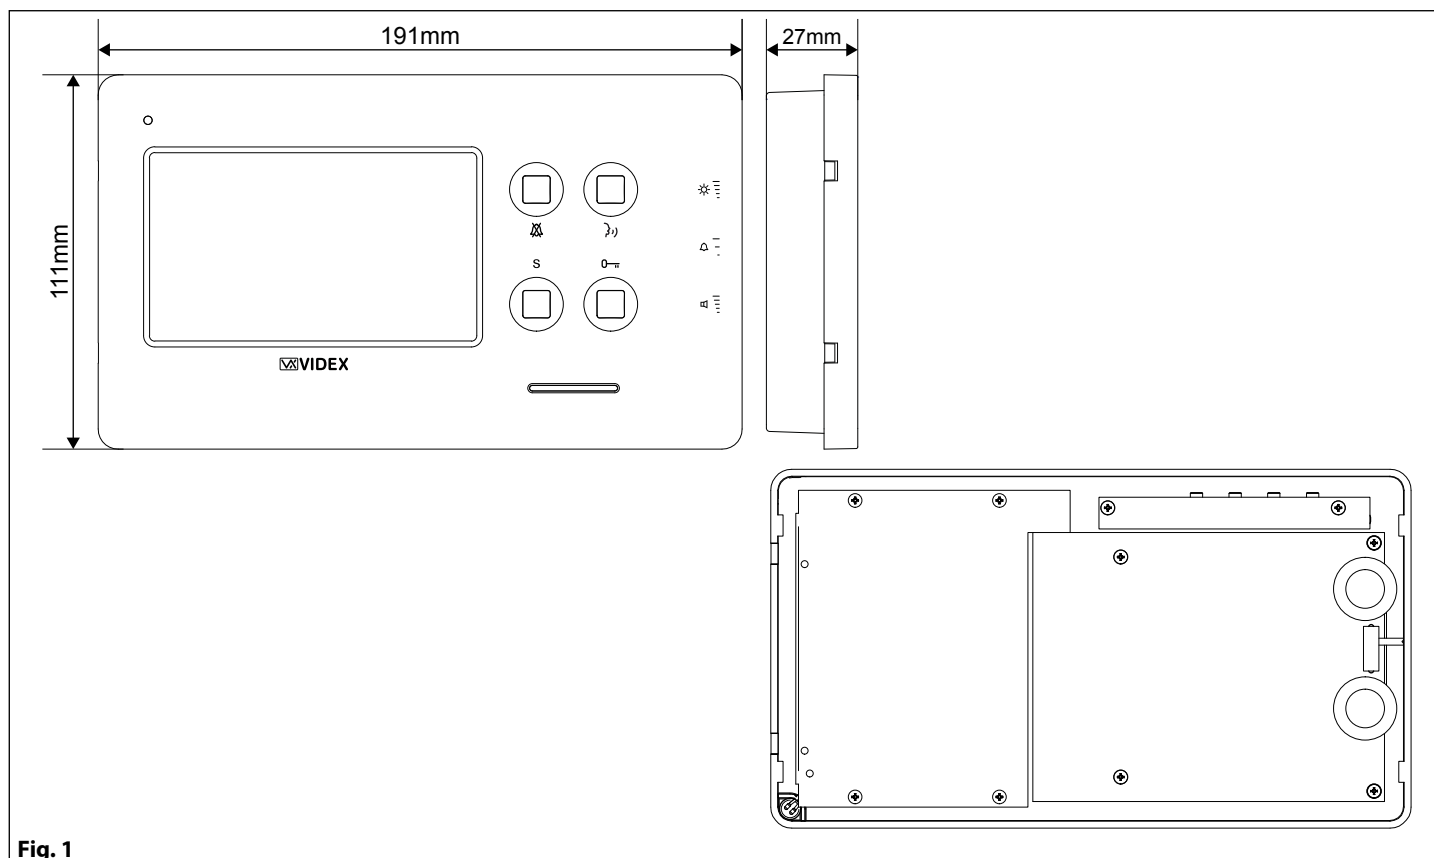

Fig. 1
1. Poser le boîtier de surface au mur (il doit y avoir 165-170 cm entre la partie haute du boîtier et le terrain, comme illustré sur la Fig. 1) et prendre les références pour les trous de fixation en tenant compte que le groupe de fils **E (Fig. 2)** doit traverser le trou **D (Fig. 2)** du boîtier de surface. Si le sens du boîtier n'est pas indiqué, la charnière doit être à gauche ;
BOUTONS FIG. 1